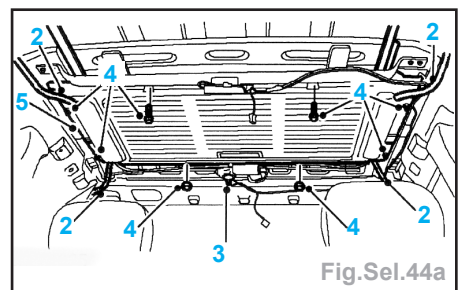

Fig.Sel.44a
- Débrancher (Fig.Sel.44a) :
- les tubes d'évacuation (2) du toit ouvrant,
- la fiche multibroches (3) du moteur du toit ouvrant.